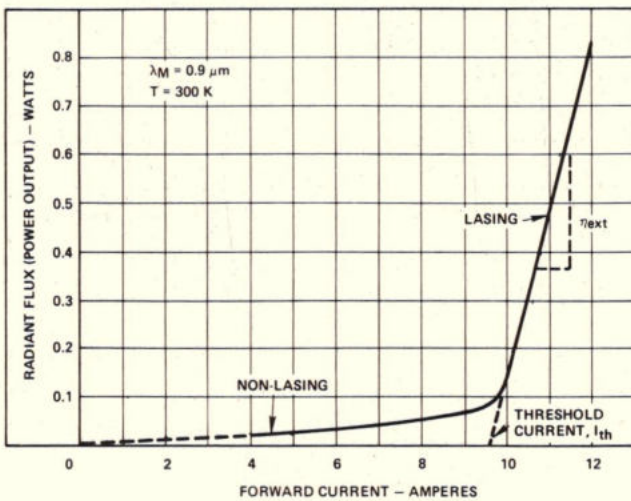

Fig. 11. Stralingsflux als functie van de voorwaartsstroom voor een injectie laser diode.
t.o.v. de stroom wordt gedefinieerd als het externe quantumrendement η_{ext} . Fig. 11 geeft een indruk van de uitgangskarakteristiek van een gangbare injectie laser diode. RCA fabriceert zowel enkele heterojunctie laserdioden (GaAs typen) als dubbele heterojunctie dioden (GaAlAs typen). Hun eigenschappen worden hieronder besproken.